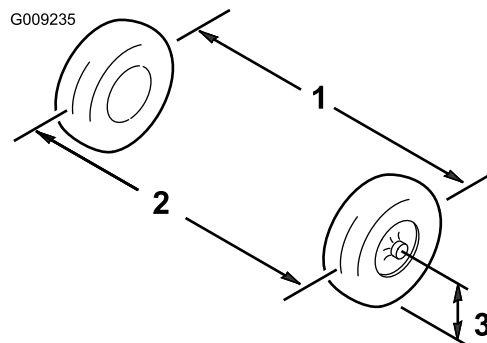

Figura 43
6. Mida la distancia entre los neumáticos delanteros a la altura del eje, en la parte delantera y trasera de las ruedas (Figura 43).